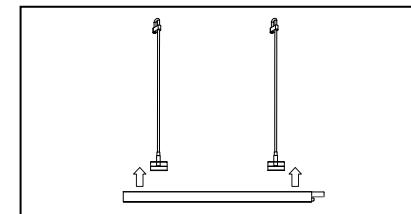

Рис. 2
- 5.11. Защелкните осветительный прибор в скобы, которые входят в комплект поставки, выровняйте положение осветительного прибора по горизонтали и отрегулируйте длину тросиков (рис. 2).